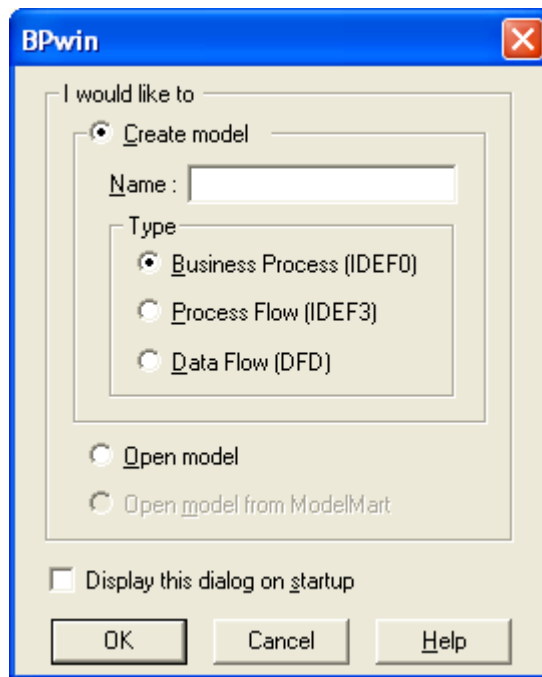

Рисунок 1.2 – Діалог створення моделі
При створенні нової моделі виникає діалог, у якому слід вказати, чи буде модель створена заново, чи буде відкрита із файлу чи репозиторію *Model Mart*, внести ім'я моделі та вибрати методологію, в якій буде побудовано модель (рис. 1.2). Система *Model Mart* – сховище моделей, до якого відкрито доступ для учасників проекту створення інформаційної системи.
2. Клацніть по кнопці . З'являється діалог *I would like to* (рис. 1.2). Занесіть ім'я моделі «Діяльність компанії» та виберіть тип IDEF0. Натисніть *OK*.